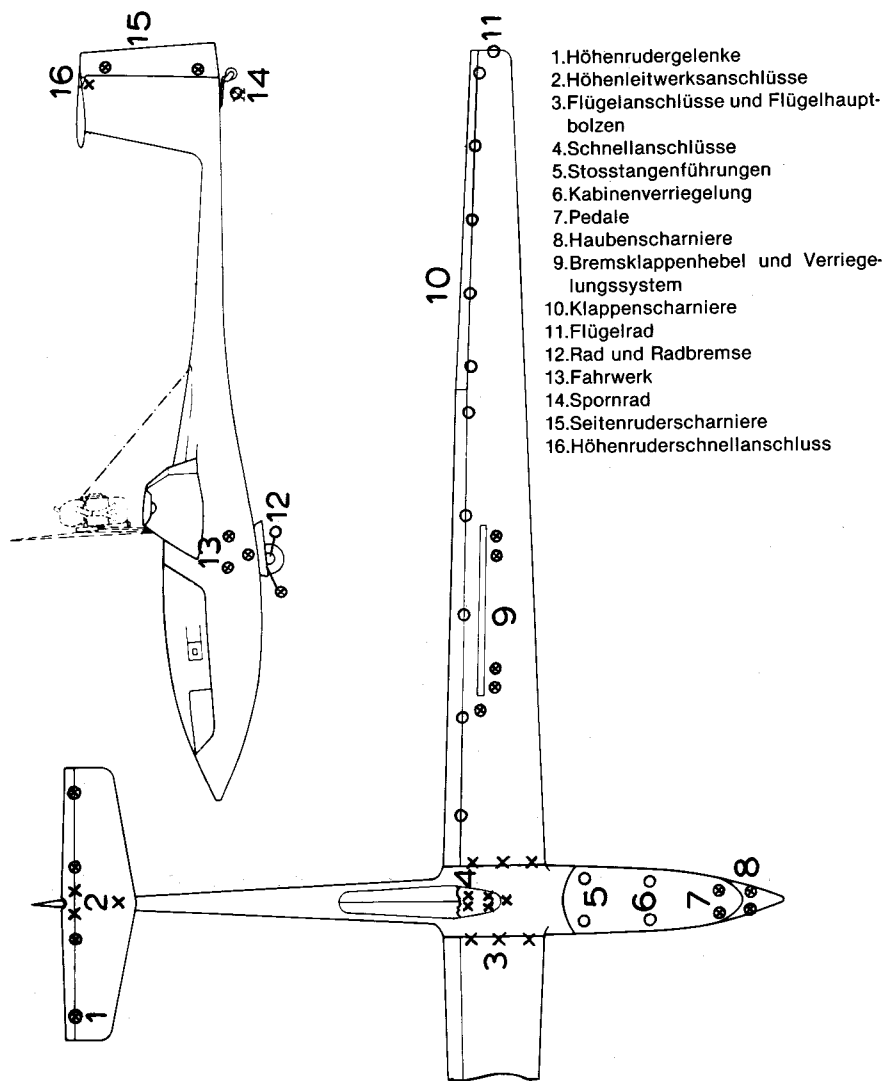

Bild 4.2: Schmierplan
Mit "x" markierte Anschlüsse in Bild 4.2 reinigen und fetten.
- Anschlüsse, die mit "x" in Bild 4.2 gekennzeichnet sind, reinigen, schmieren und Spiel (max 0,1 mm) kontrollieren.